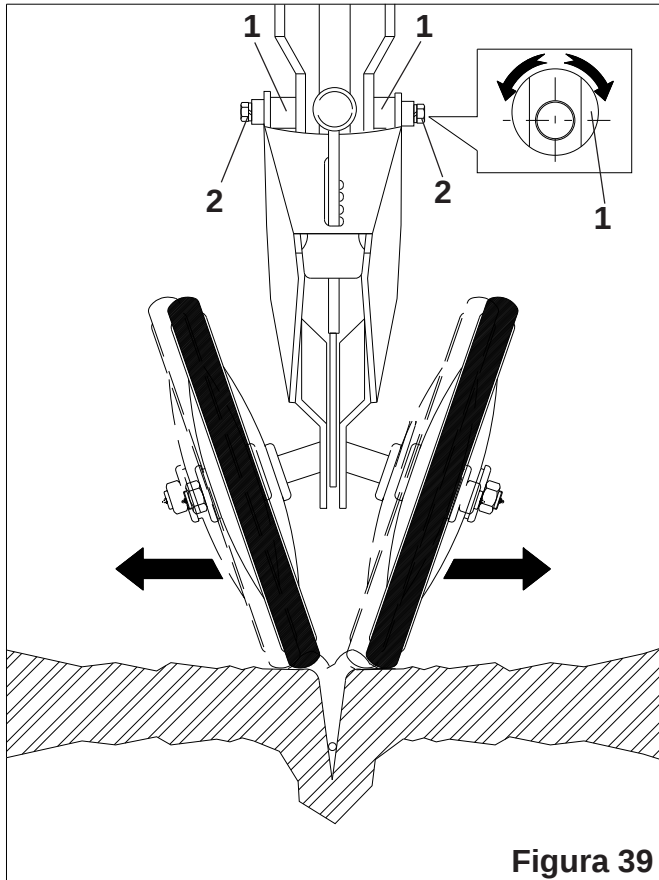

Figura 39
- Para facilitar o retorno de terra sobre a semente em solos compactados, coloque o disco recortado para cobertura (5) através do parafuso (6) nas rodas compactadoras em “V” (1). Detalhe “C”.
13 - Para deslocamento horizontal das rodas, as mesmas foram desenvolvidas com buchas excêntricas (1), para esta regulagem solte os parafusos (2) gire as referidas bucha (1), com uma chave para atuação das rodas e alinhamento das mesmas com sulco, posicionando maior ou menor quantidade de solo lateralmente a semente. **Figura 39.**